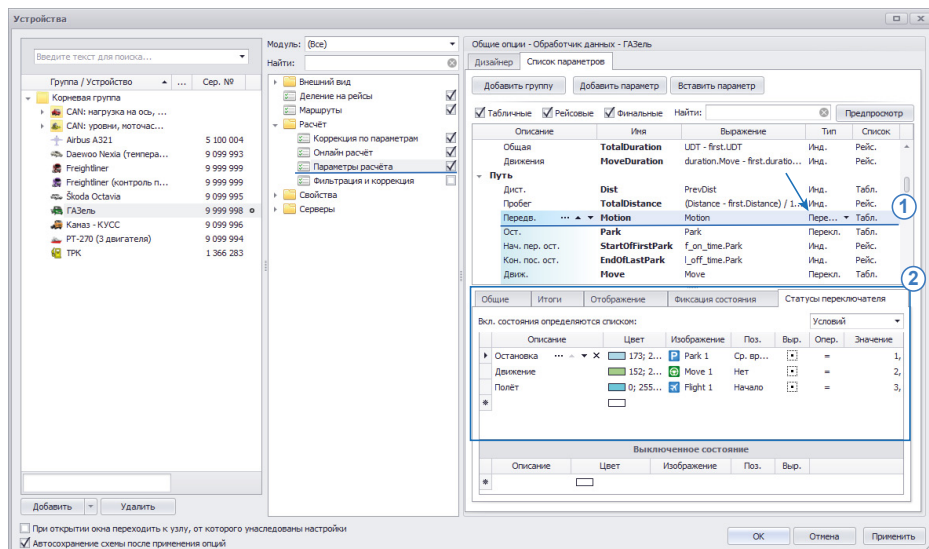

Рис.165. Создание и настройка параметра информационного отрезка.
Опытные пользователи могут добавлять параметры для обработки напрямую в расширенный список на вкладке «Список параметров» (Рис.165). Опции на данной вкладке позволяют настроить параметры более детально.
1. В список параметров добавить новый параметр с типом «Переключатель», задать выражение для расчета параметра и настроить остальные свойства (Рис.165, п.1).
2. Настроить состояния переключателя на вкладке «Статусы переключателя» (Рис.165, п.2) – задать описание состояний, значения, изображения и другие параметры.